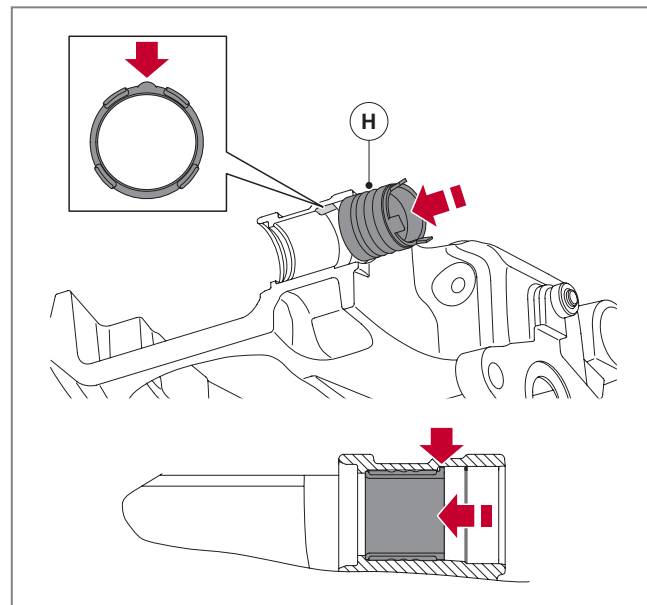

Abb. 68 - Verbundwerkstoffbuchse des Loslagers einsetzen
5. Um eine neue Verbundwerkstoffbuchse (H) auf der Loslagerseite manuell zu installieren, drücken Sie die Buchse bis zum Anschlag an Ort und Stelle fest. Stellen Sie sicher, dass sie sich ordnungsgemäß ausgerichtet in der dafür vorgesehenen Bremsattelöffnung befindet, *siehe* ► *Abb. 68*. Für diese Montage sind keine Werkzeuge und keine übermäßige Kraftanstrengung erforderlich. Sie dürfen auch nicht mit Werkzeugen oder übermäßiger Kraftanstrengung ausgeführt werden! Ansonsten kann es zu Beschädigungen kommen! Ist die Buchse nicht korrekt ausgerichtet, können Führungsbolzen und Schutzkappe nicht passen!